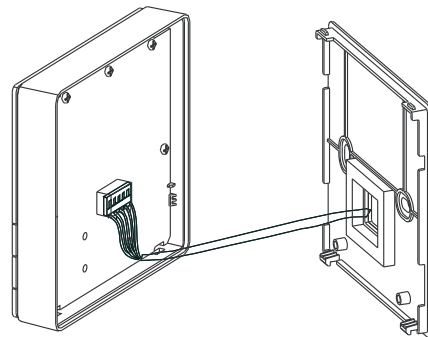

Fig. 4 — Montage du contrôleur
8. Raccordez le câble de commande à l'arrière du contrôleur et montez l'arrière du contrôleur sur la plaque de montage. Reportez-vous à la fig. 4.